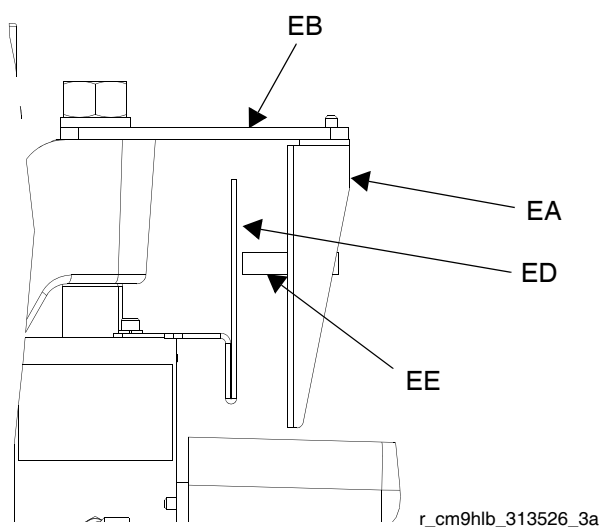

Fig. 10: Sistemi di alimentazione S20
5. Per sistemi di alimentazione S20: collegare l'attuatore (ED) al cappuccio terminale del cilindro del pistone, in modo che il sensore (EE) passi davanti alla staffa (ED) al livello corrispondente a fusto basso o fusto vuoto. Vedere la FIG. 10.